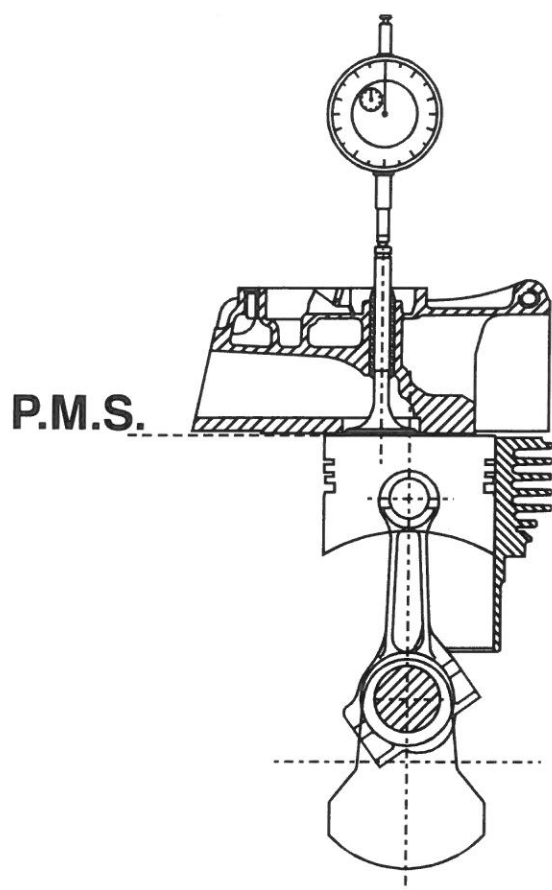

FIG. 1
- 2) Appoggiare il fungo valvola sul cielo del pistone bilanciato al P.M.S. (fig.1).
- 3) Posizionare un comparatore montato su piedistallo magnetico o falso iniettore ed azzerarlo sullo stelo valvola (fig.1).